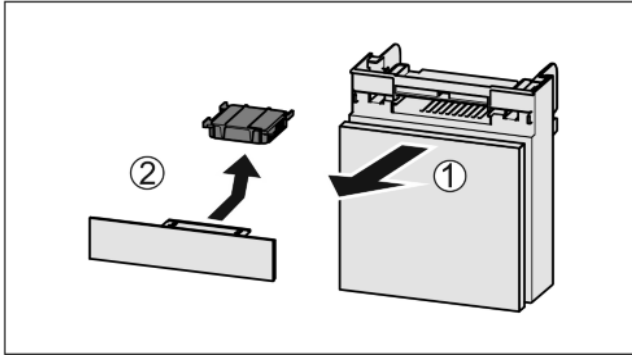

Fig. 51
- ▶ Издърпайте Fig. 51 (1) напред от отделениято.
- ▶ Извадете Fig. 51 (2) филтъра с активен въглен.